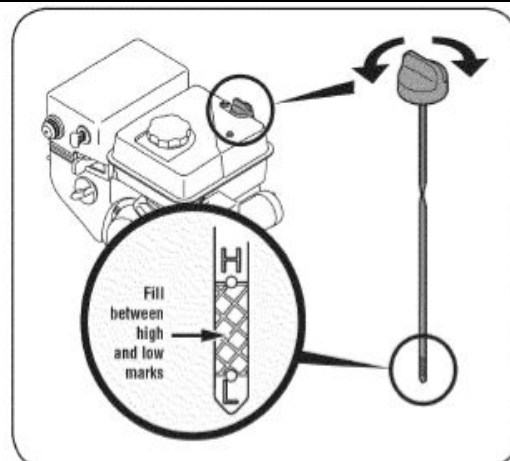

Рис. 12
4. Отвинтите крышку маслозаливной горловины и извлеките щуп. Если уровень масла не достаточный, то медленно долейте рекомендованного масла, что бы он находился между отметками высокий (H) и низкий (L). См. Рис. 12.